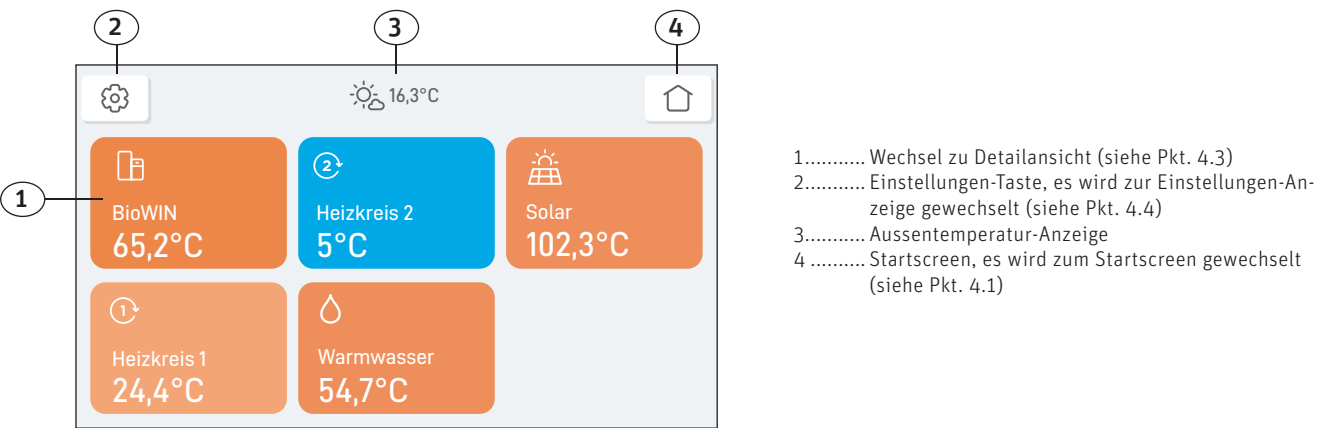

Fig. 3 Hauptmenü des Gerätes (z.B. Pelletskessel)
Bei der Masterbedienung Touch wird beim Einschalten statt einem Startscreen gleich das Hauptmenü angezeigt – Fig. 3. Im Hauptmenü werden die aktuelle Werte vom Gerät und/oder den Funktionsmodulen angezeigt.
Jedes Modul kann als Grundmodul, Erweiterungsmodul oder Solarmodul verwendet werden. Die Einstellung erfolgt mit DIP-Schalter. Es ist immer nur eine Einstellung pro Modul möglich. Für mehrere Funktionen wie z.B. Heizkreis und Solar (Fig. 3) werden 2 dieser Module benötigt – siehe auch Pkt. 14.
- 4 Wechsel zum Hauptmenü (siehe Fig. 3)
- 6 Wechsel zum Hauptmenü (siehe Fig. 3)